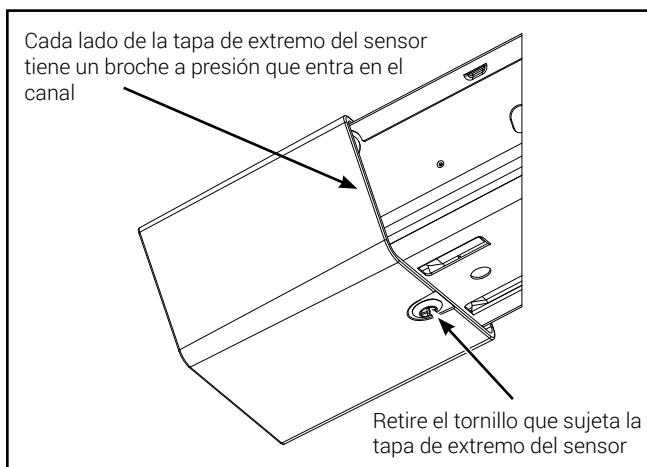

Figura 1.
2. Si el luminario ya tiene instalada la tapa de extremo del sensor, retírela (Figura 1) antes de quitar la cubierta.